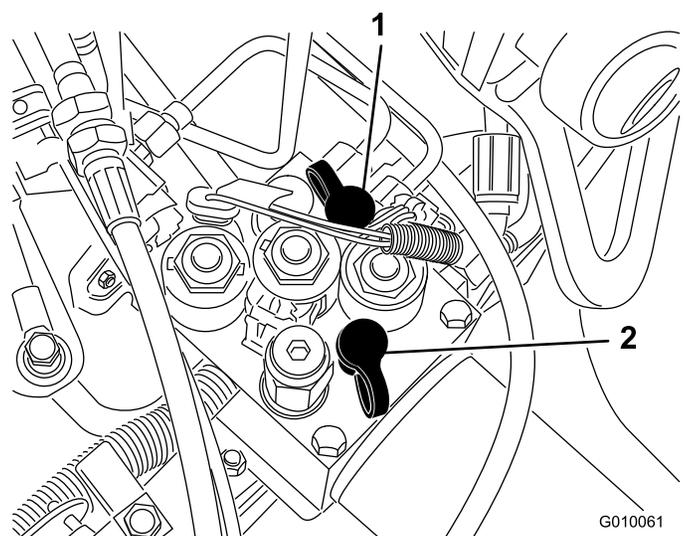

図 60
- テストポートG1 図 60 は昇降回路の故障探究用ポートです。
- テストポートG2 図 60 は走行チャージ回路の故障探究用ポートです。